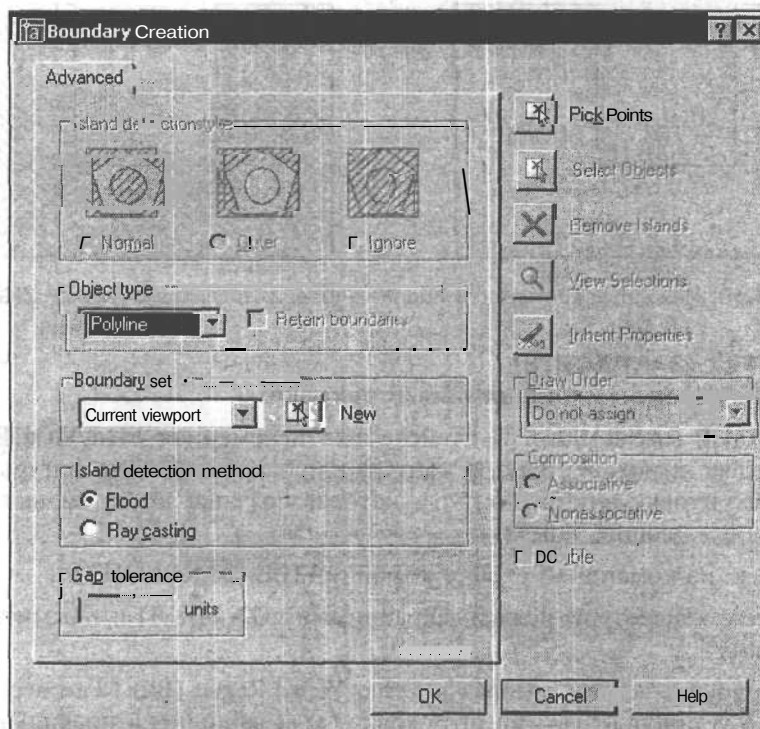

Рис. 8.11. Диалоговое окно создания замкнутого контура
1. Откройте меню **Draw** (Рисование) и выберите из него **Boundary** (Контур). Появится диалоговое окно **Boundary Creation** (Создание контура) (рис. 8.11). Оно является усеченным вариантом окна **Boundary Hatch and Fill** (Штриховка/заливка по контуру) (см. рис. 8.7). Все остальные опции диалогового окна доступны только при вызове команды **BHATCH (КШТРИХ)**.